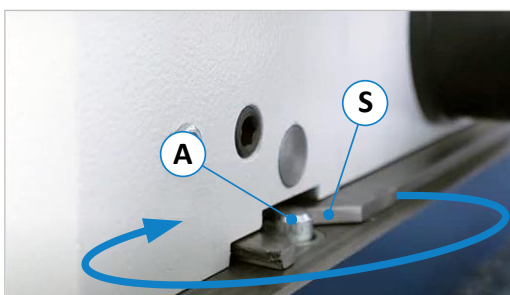

Figure 56 : enclencher le boulon
- Pour établir le parallélisme avec la table de la machine, tourner maintenant légèrement la butée jusqu'à ce que les pions de centrage (Z) cachés dans la vue, situés sur la face inférieure de la butée, s'enclenchent dans les trous (B) sur la table de la machine (bruit de clic), voir ⇒ Figure 56.